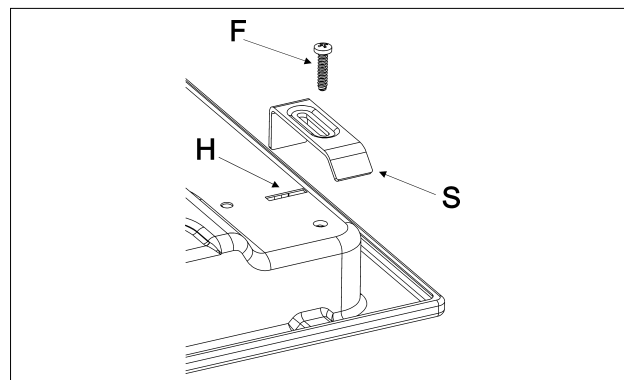

FIG. 10
- Bloccarlo con le apposite staffette "S", avendo cura di infilare la parte sporgente nella feritoia "H" ricavata sul fondo e avvitando la vite "F" fino a che la staffetta "S" non blocchi sul top (vedi fig. 10).